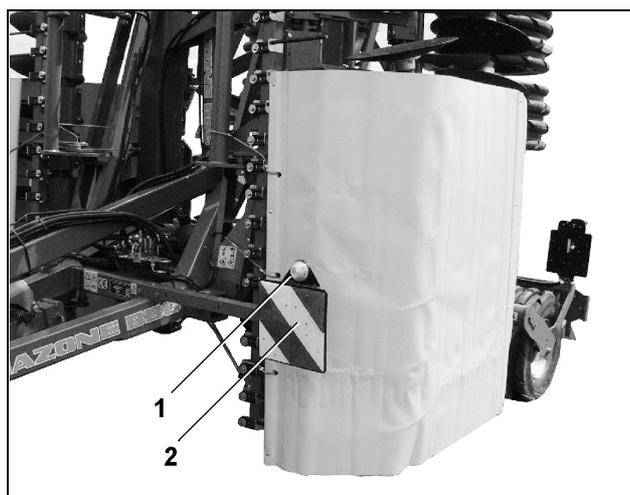

Fig. 20
- dos luces de delimitación dirigidas hacia delante (Fig. 20/1)
- dos placas de advertencia dirigidas hacia delante (Fig. 20/2)
- reflectores laterales amarillos (Fig. 20/3)